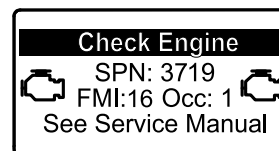

Figure 46
- Si une régénération en stationnement est nécessaire, l'InfoCenter affiche l'avertissement SPN 3719, FMI 16 (Figure 46) et l'ordinateur du moteur réduit la puissance du moteur à 85 %.